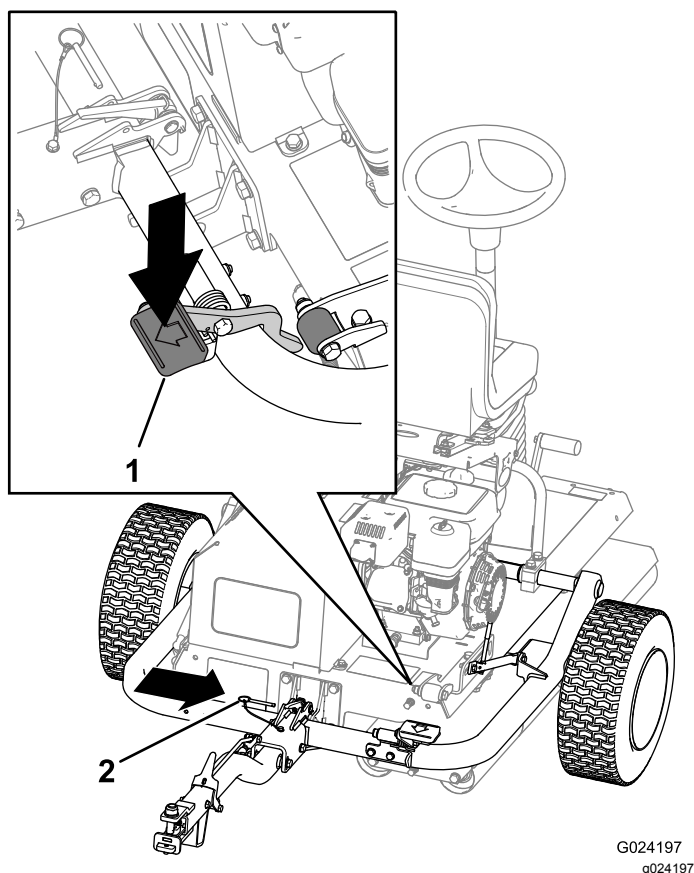

Рисунок 8
6. Нажимайте на педаль сцепки, пока сцепка не зафиксирована на месте (Рисунок 8).
7. Вставьте стопорный штифт (Рисунок 8).